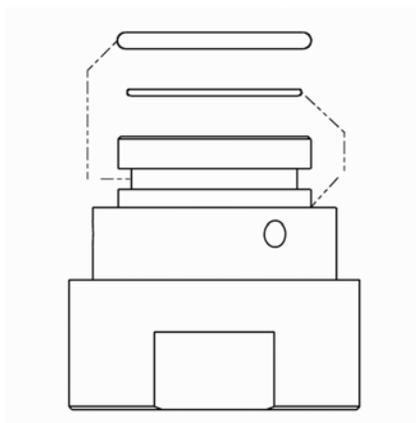

Abb. 42: Position der O-Ringe
1. O-Ring (Dichtung) vorsichtig auf die Verschraubung aufziehen (Abb. 40/1), so dass er im oberen O-Ringsitz der Verschraubung sitzt (Abb. 42). Dabei darauf achten, dass der O-Ring nicht überdehnt wird
2. O-Ring (Glaspuffer) vorsichtig auf die Verschraubung aufziehen (Abb. 41/1), so dass er im unteren O-Ringsitz der Verschraubung sitzt (Abb. 42). Dabei darauf achten, dass der O-Ring nicht überdehnt wird